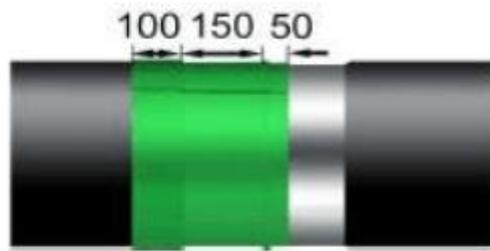

图8
②HLD 粘弹体防腐胶带与管体预制的 PE、PP 或 FBE 涂层搭接长度不应小于 100mm，如图 8 所示，使用 200mm 宽胶带原位缠绕一周，自 10 点钟或 2 点钟位置开始向下缠绕；